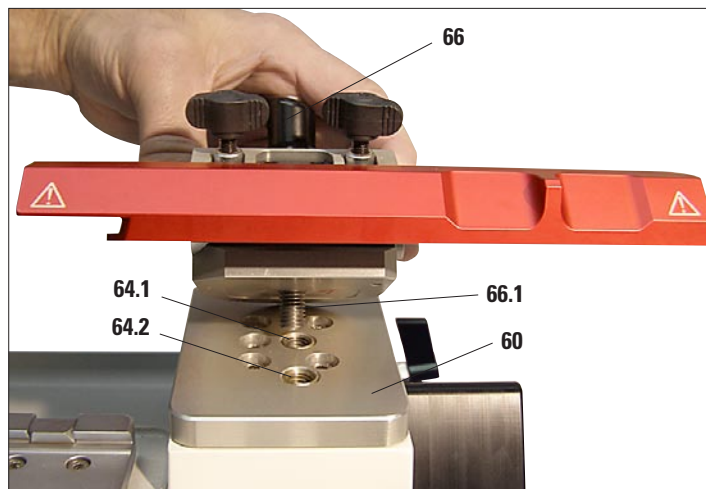

図 11
- ナイフホルダー (67) のクランプレバー (66) を押し下げ、ネジ部 (66.1) の下部を中間プレート (60) の 2 つの穴 (64.1) または (64.2) (図 11) のいずれかにねじ込みます。